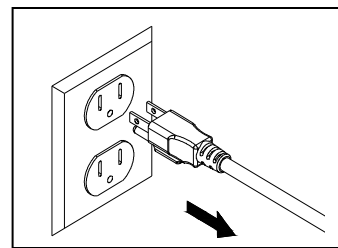

Fig. 5
1. Desenchufe la bomba, retire del estanque. Fig. 5